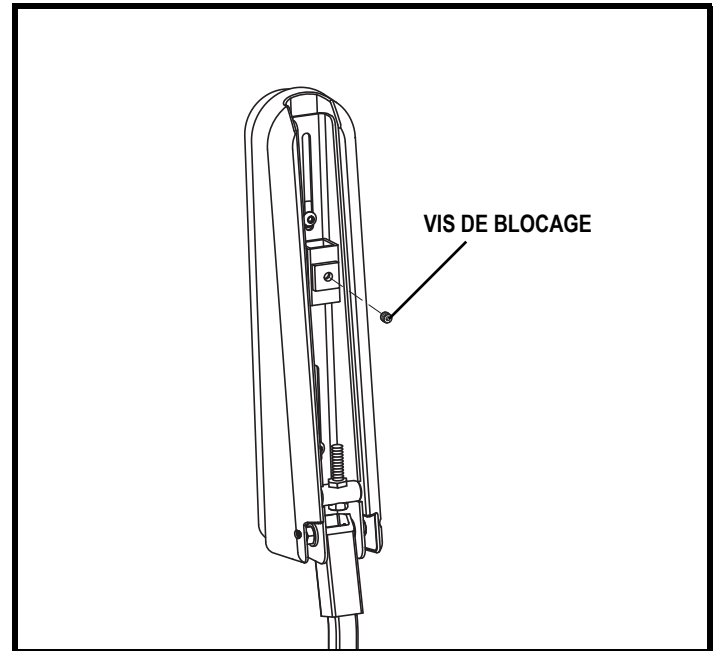

Figure 20. Dessous de l'accoudoir
2. Desserrez la vis de réglage sous l'accoudoir. **Voir la figure 20.**
5. Desserrez la vis de blocage. **Voir la figure 20.**